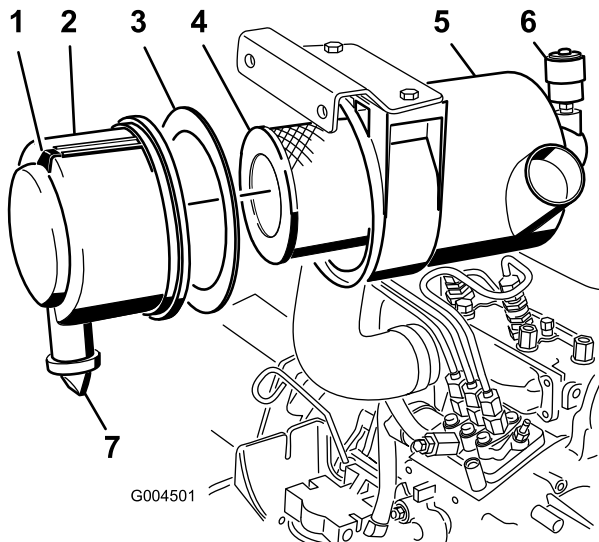

図 41
2. エアクリーナの整備はインジケータ(図 41)が赤色になっていたら、または 400 運転時間ごと(非常にホコリのひどい場所で使っている場合にはよりひんばんに)行ってください。エアフィルタの整備のしすぎはかえってよくありません。
1. ラッチを外側に引いて、カバーを左にひねる(図 41)。
2. エアクリーナのボディーからカバーを外す(図 41)。
4. 1次フィルタ(図 41)を取り外して交換する。
6. カバーの内側に発泡樹脂製のガスケットが正しく(破損せずに)ついていることを確認する(図 41)。
- A. カバーからゴム製の出口バルブを取り外す(図 41)。
10. インジケータ(図 41)が赤になっている場合はリセットする。